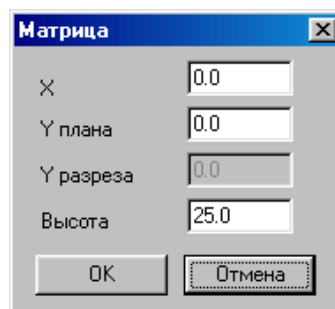

Рисунок 1.44 – Вікно діалогу проектування матриці
– після вибору деталі зі списку на екрані з'являється вікно діалогу, що містить вікна "X", "Y плану", "Y розрізу", "Висота" (рис. 1.44), які визначають положення деталі пакета в системі координат пакета і які можна редагувати. "Y розрізу" для деталей розраховується автоматично. Після натискання на кнопку "ОК" результати редагування зберігаються, і здійснюється вихід у попереднє вікно (список деталей). Для відмови від редагування натискується кнопка "Скасування".